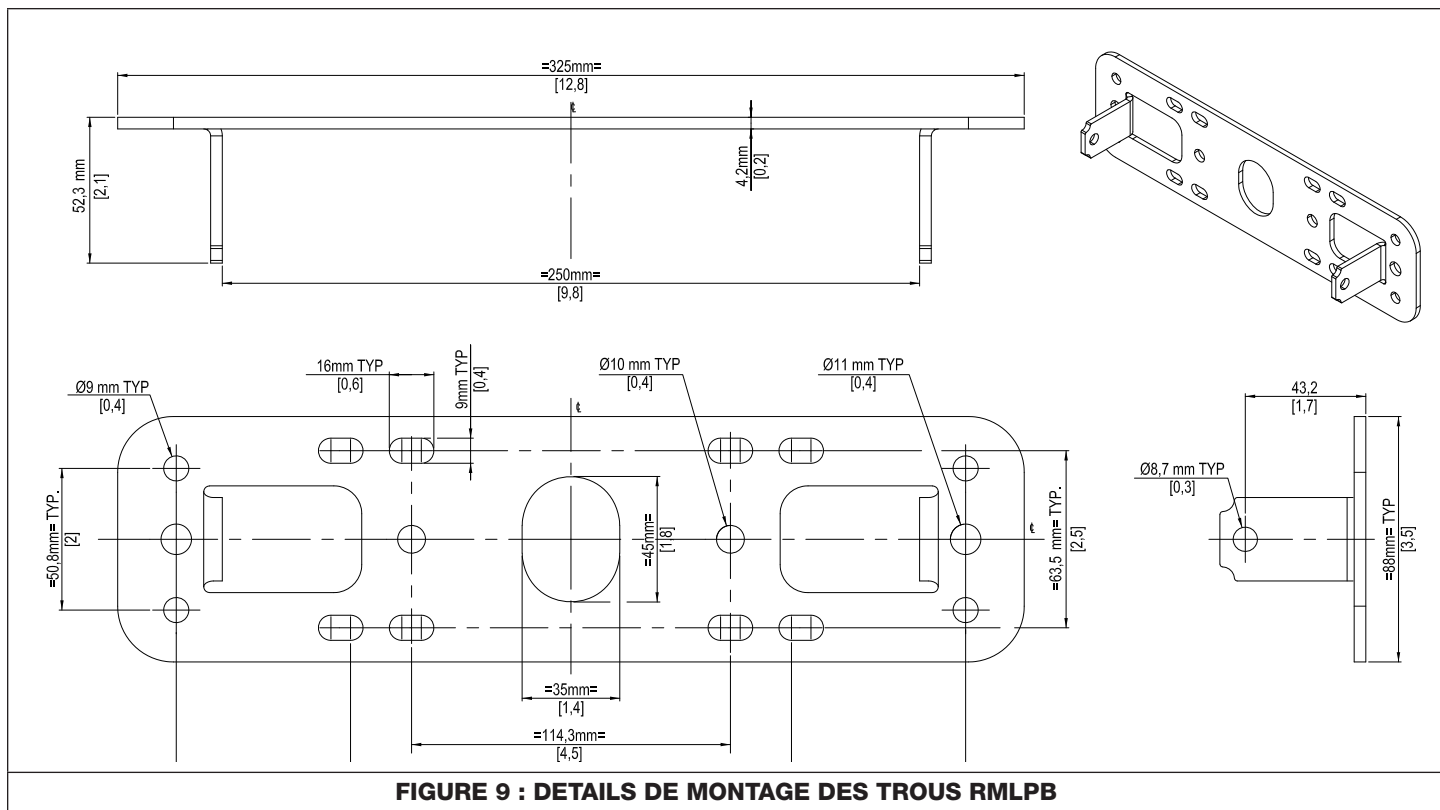

FIGURE 9 : DETAILS DE MONTAGE DES TROUS RMLPB
2. Déterminer la distance de montage appropriée entre les trous des supports pour votre application. Voir la Figure 9.